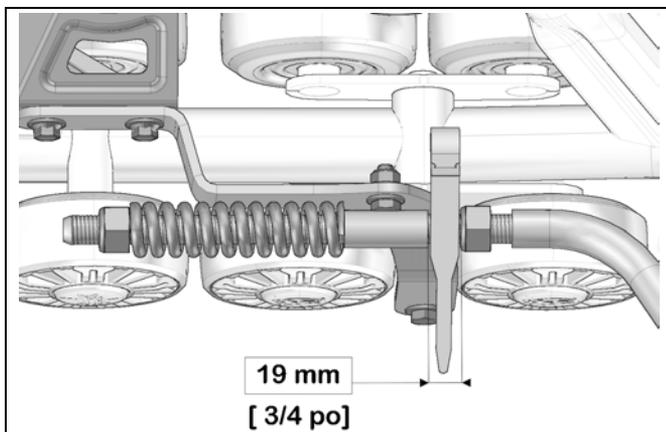

Figure 11
- **IMPORTANT** : Contre-vérifier la distance minimum de 19 mm entre l'écrou et le guide du bras stabilisateur. Réajuster au besoin. Voir la Figure 11.